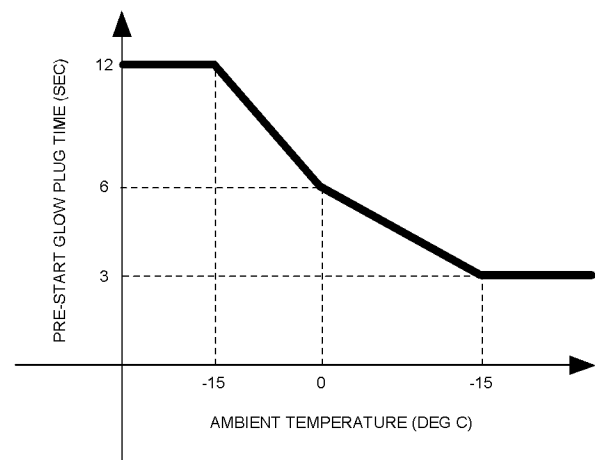

Abbildung 33
2. Den Motorstartschalter in die Stellung HEAT (VORWÄRMEN) drehen. Den Motorstartschalter in der Stellung HEAT (VORWÄRMEN) halten, die in der Abbildung 33 dargestellt ist. Dadurch werden die Glühkerzen eingeschaltet, und der Motor lässt sich leichter starten.